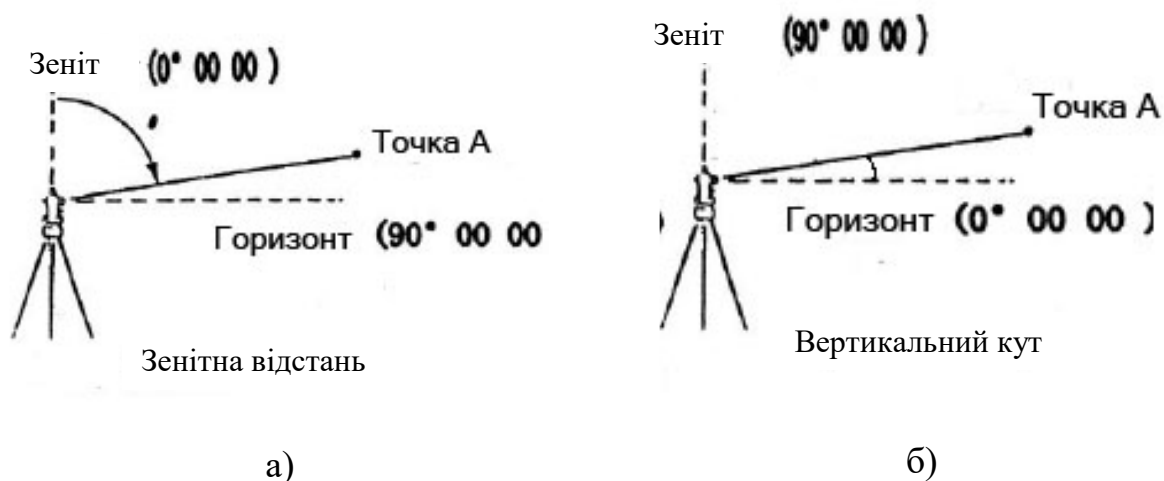

Рисунок 9.5 – Способи відліку вертикальних кутів:
- вертикальні кути можна відміряти від зеніту або від горизонту (рис. 9.5);